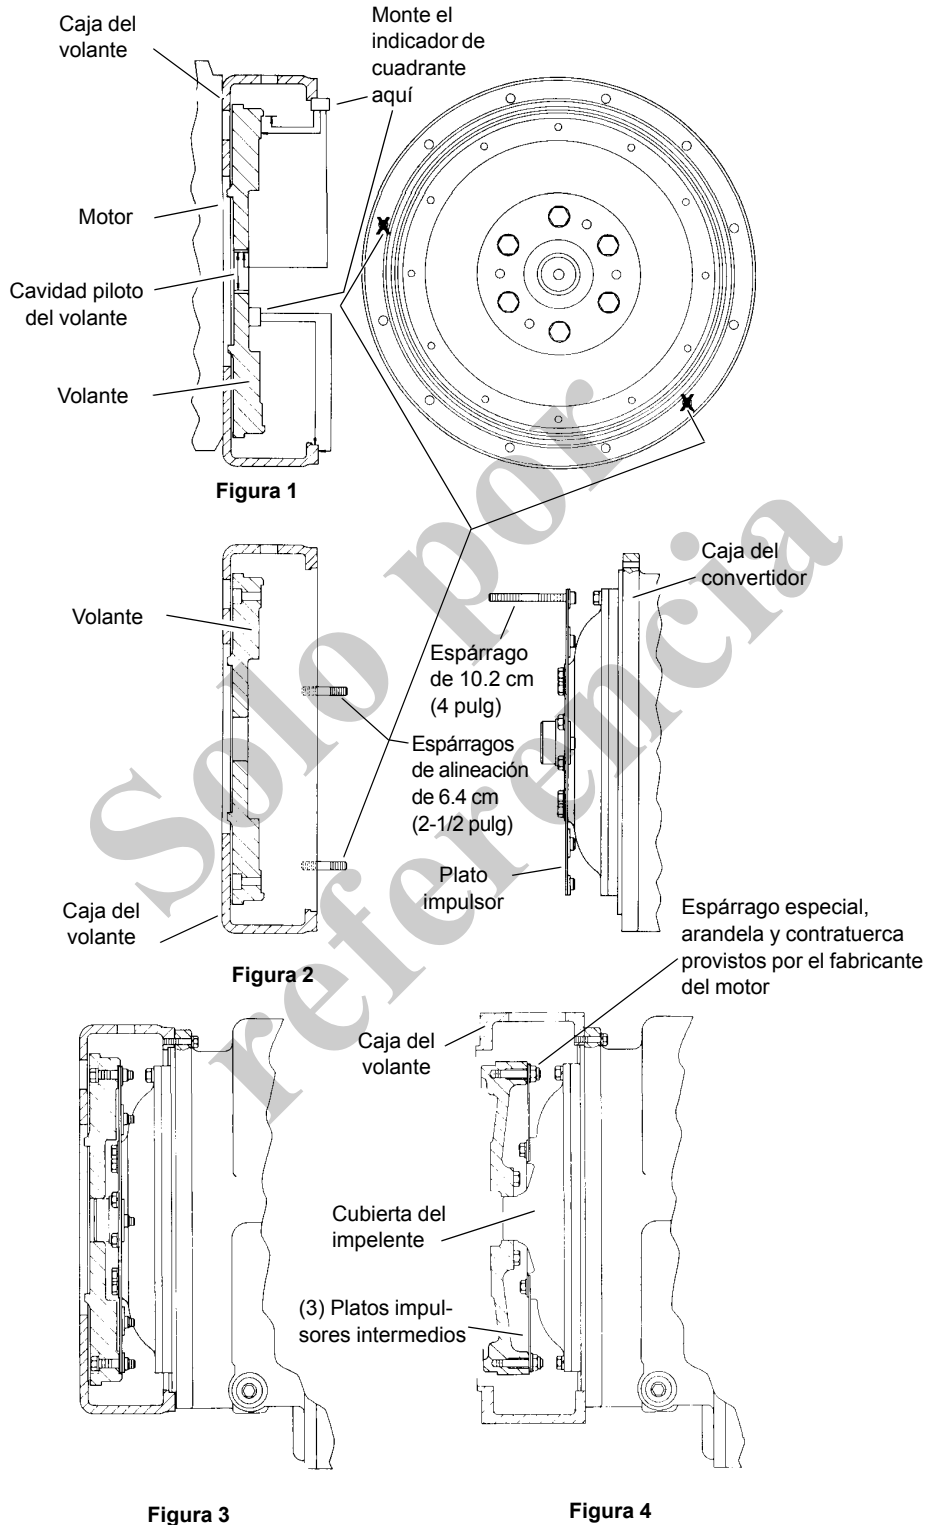

FIGURA 7-11
**NOTA:** Consulte la Figura 7-11.